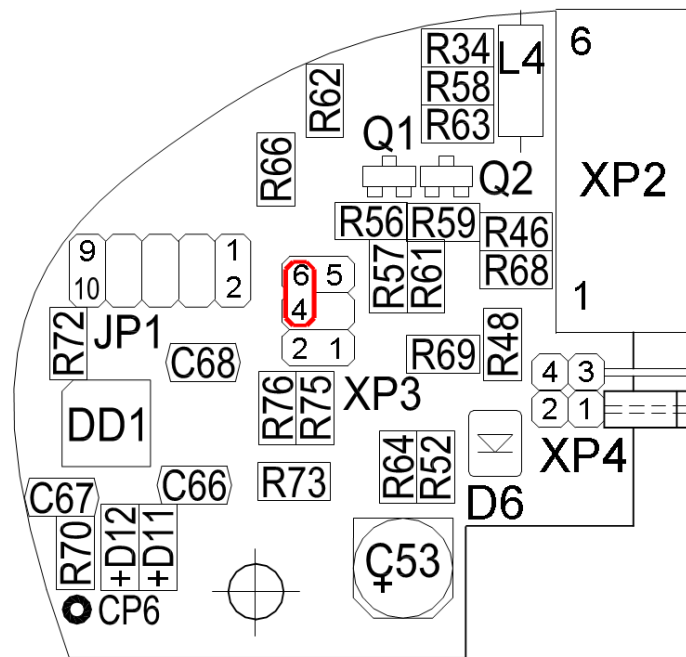

Рисунок 3. Установленный джампер в ПУ для переключения в режим «консьерж».
1.4.2.5 Режим «консьерж». В помещении обслуживающего персонала устанавливается переговорное устройство, переключенное в режим «консьерж». Переключение в режим «консьерж» выполняются установкой джампера (перемычки) между выводами 4 и 6 разъема ХРЗ находящегося внутри корпуса устройства (см. рис. 3). При включении в режим «консьерж» переговорное устройство однократно воспроизводит звуковой сигнал, светодиод кабина/прямо горит оранжевым цветом.